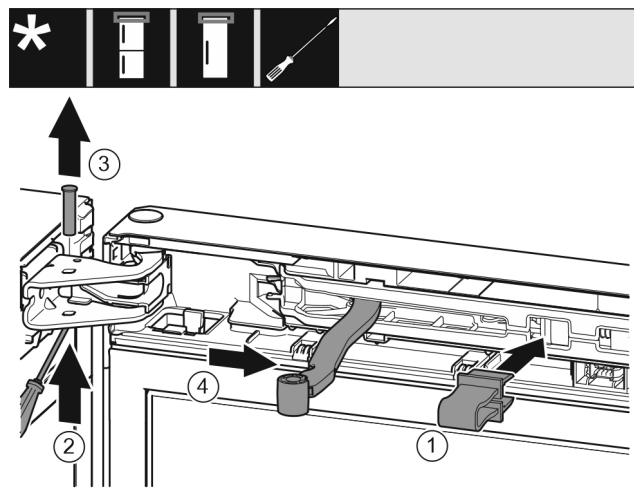

Fig. 9
- Fixați în poziție siguranța în deschizătură. Fig. 9 (1)
- Extrageți bolțul cu șurubelnița. Fig. 9 (2)
- Extrageți în sus bolțul. Fig. 9 (3)
- Rotiți articulația în direcția ușii. Fig. 9 (4)